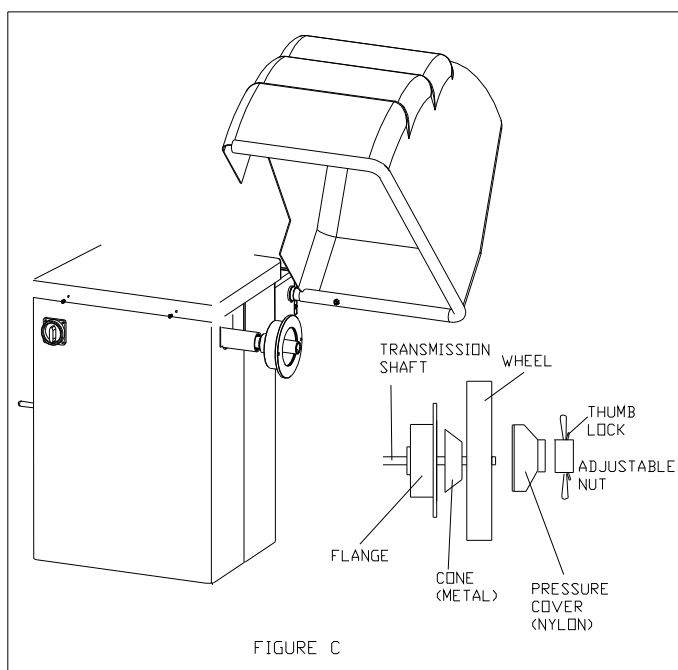

Рис.3
5. Удерживая замок быстросъемной зажимной гайки большим пальцем руки в открытом положении надеть гайку на вал и плотно прижать ее к боковой поверхности обода колеса. Прижимая гайку к ободу, отпустить замок гайки. При этом зубья зажимной гайки войдут в зацепление с резьбовой частью вала станка. Довернуть гайку до надежной фиксации колеса на вале станка (**Рис.3**).